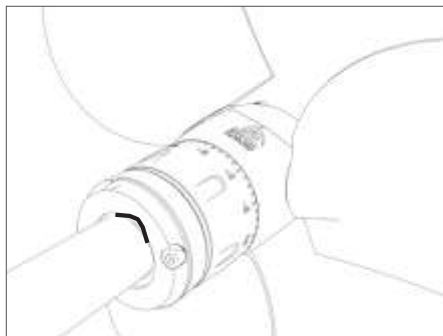

FIG. 15 Introduire l'hélice jusqu'à la marque du feutre
- L'hélice doit s'emboîter sur le cône de l'arbre d'hélice jusqu'à atteindre le repère tracé sans la clavette (Fig. 15) ; si ce n'est pas le cas, cela signifie que la clavette est trop épaisse et empêche alors l'hélice de s'emboîter complètement. Dans ce cas, il faut réduire l'épaisseur de la clavette puis réinstaller l'hélice.